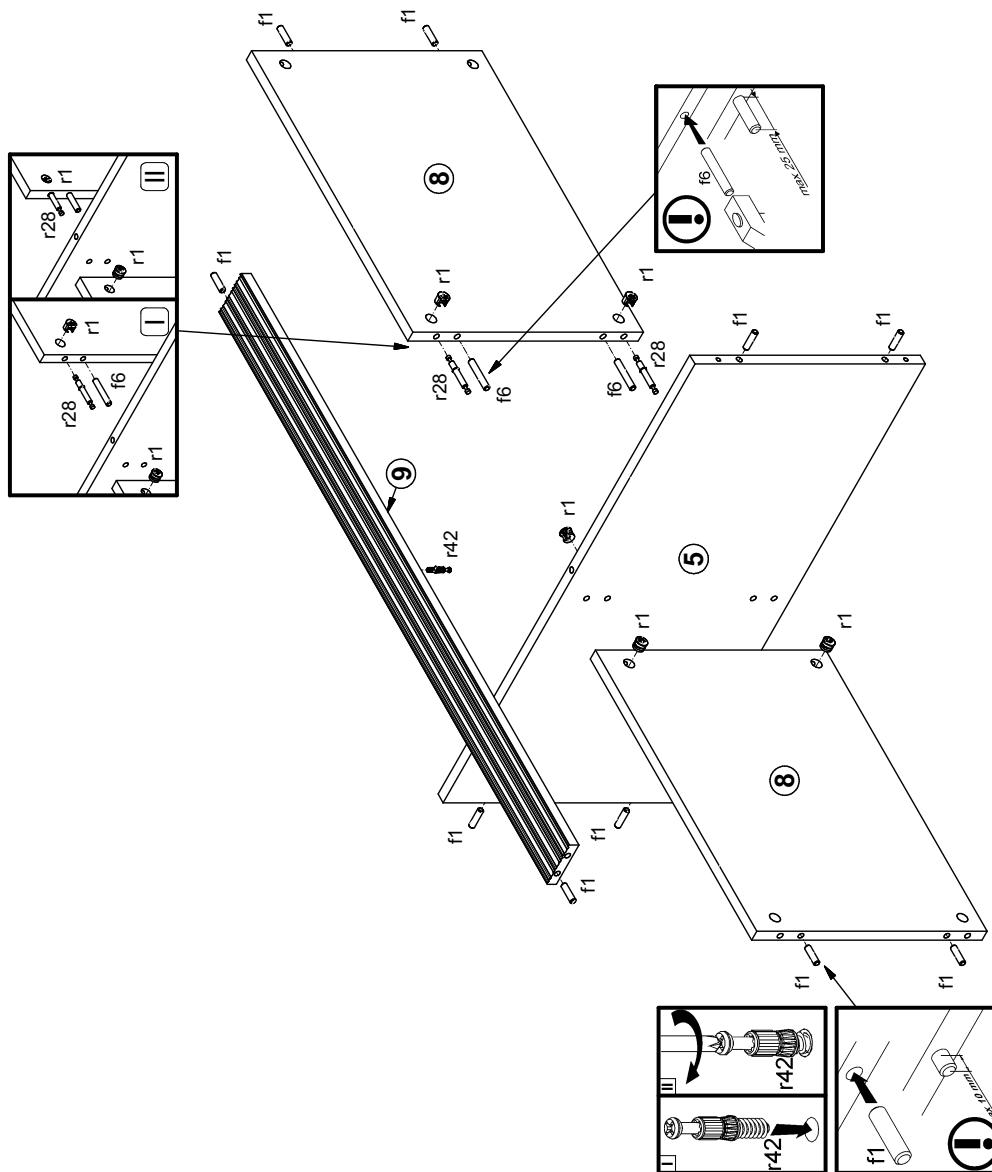

Рисунок 3
4.4. В отверстия **Ø5 мм** на торцевых внутренних поверхностях полок соединительных **8** в крайние отверстия вставить двухсторонний винты стяжек **r28** (см. рис.3). 4.